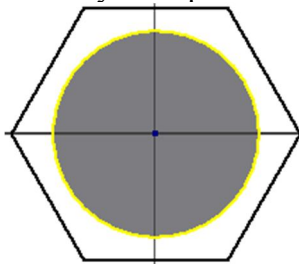

Рис. 1.5
2. **Создайте шестигранные призмы на концах цилиндра.** Для этого выберите режим создания эскиза, а в качестве рабочей плоскости построения выберите одну из торцевых граней. С помощью команды «Многоугольник»  постройте шестиугольник произвольных размеров, расположив одну из вершин на горизонтальной оси (рис. 1.5).